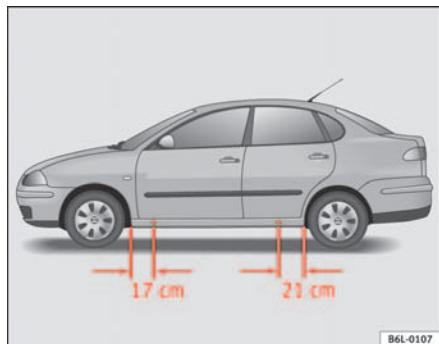

Fig. 132 Puntos de apoyo del gato
- Busque en el larguero inferior del vehículo el punto de apoyo mas cercano a la rueda pinchada ⇒ fig. 132
En el larguero inferior van marcados los lugares en los que se puede apoyar el gato ⇒ fig. 132. Se ha previsto un lugar para cada rueda. El gato no debe colocarse en otros lugares.